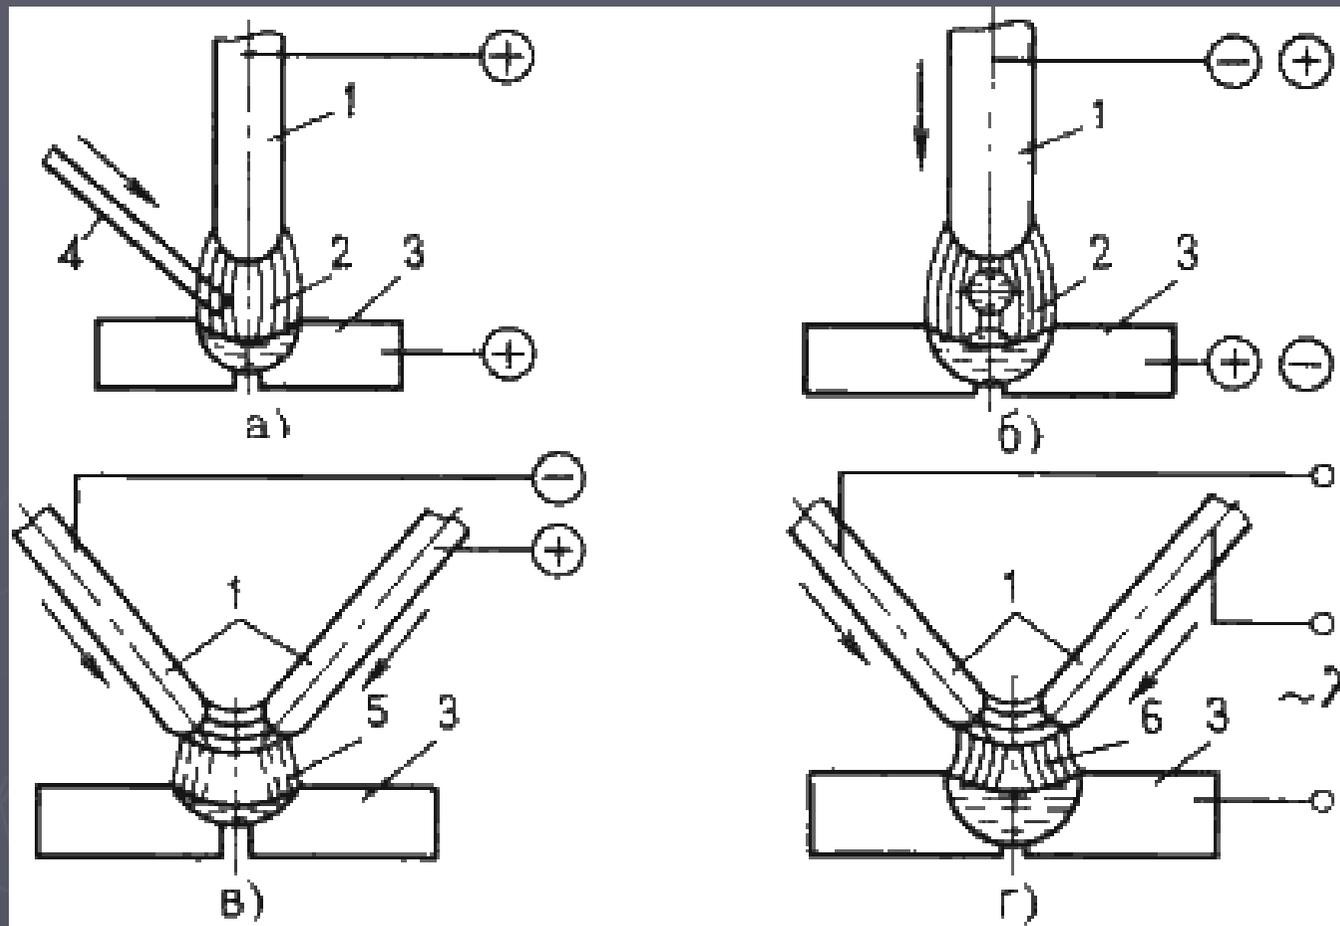

Рис. 17.1. Схемы дуговой сварки
В зависимости от материала и числа электродов, а также способа включения электродов и заготовки в цепь электрического тока различают следующие разновидности дуговой сварки (рис. 17.1):
- ▶ сварка неплавящимся (графитовым или вольфрамовым) электродом *1* дугой прямого действия *2* (рис. 17.1.а), при которой соединение выполняется путем расплавления только основного металла *3*, либо с применением присадочного металла *4*;
- ▶ сварка плавящимся электродом (металлическим) *1* дугой прямого действия с одновременным расплавлением основного металла и электрода, который пополняет сварочную ванну жидким металлом (рис. 17.1.б);
- ▶ сварка косвенной дугой *5*, горящей между двумя, как правило, неплавящимися электродами, при этом основной металл нагревается и расплавляется теплотой столба дуги (рис. 17.1.в);
- ▶ сварка трехфазной дугой, при которой дуга горит между каждым электродом и основным металлом (рис. 17.1.г).